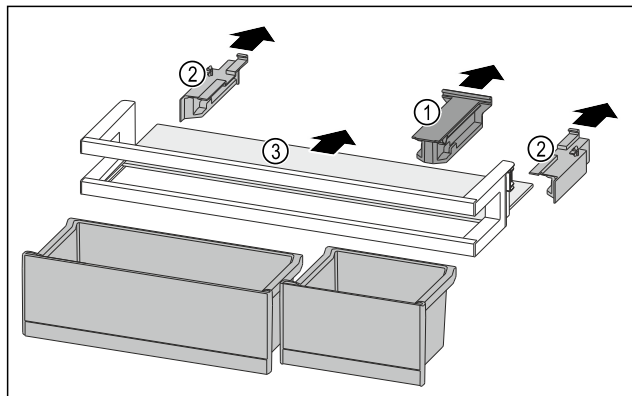

Fig. 140
- Držák Fig. 140 (1) stáhněte.
- Boční díly Fig. 140 (2) stáhněte.
- Odkládací plochu Fig. 140 (3) odeberte.